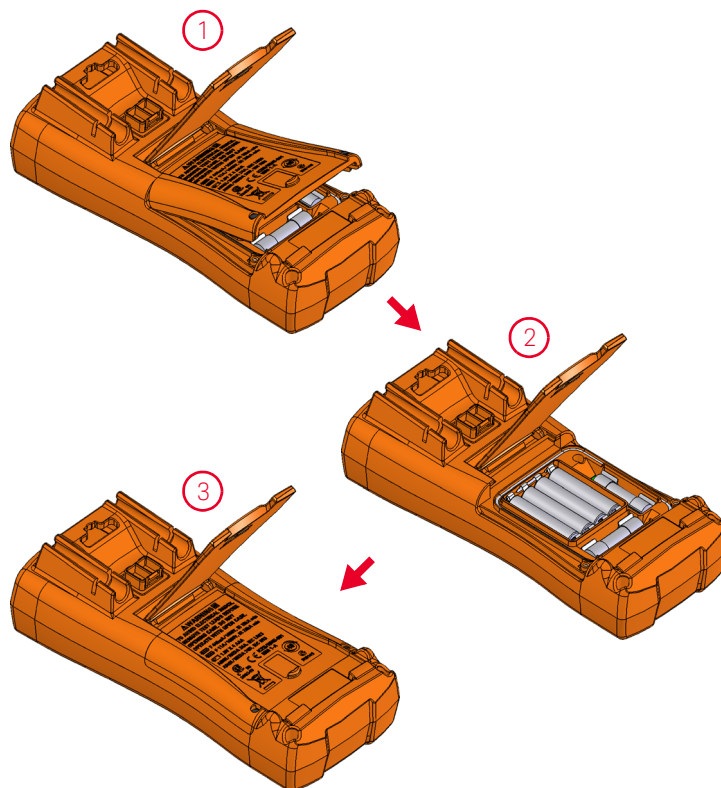

Figura 1-1 Instalación de las pilas
- 1 Abra la tapa de la pila.** Levante la base de inclinación y afloje los tornillos con un destornillador Phillips adecuado y retire la tapa de la pila como se muestra en la **Figura 1-1**.